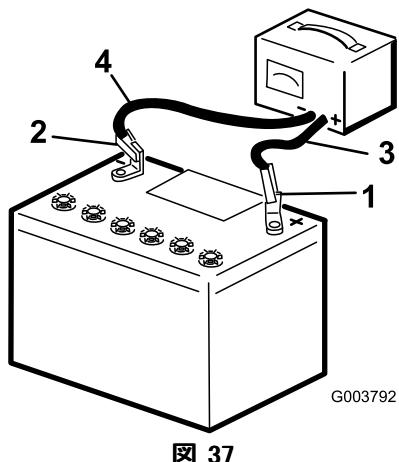

図 37
3. 25-30アンペアで10～15分、または4-6 アンペアで30分、バッテリーを充電する（図 37）。充電しそぎないように注意すること。
4. 充電が終わったら、チャージャのプラグをコンセントから抜いてから、チャージャのリード線をバッテリー端子から外す（）図 37。